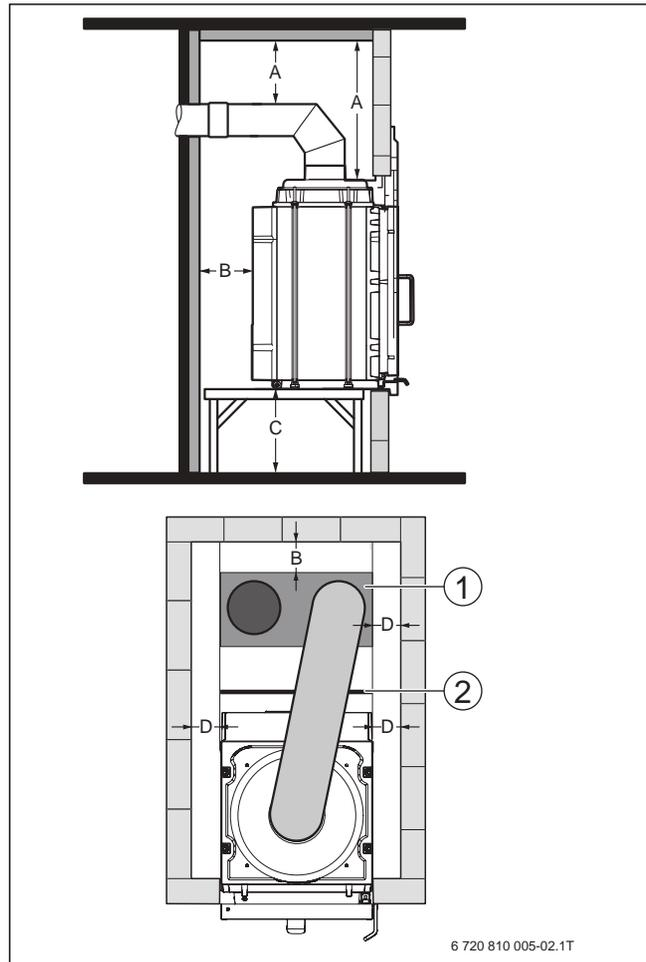

Bild 4 Heizkammer-Mindestabstände (schematische Darstellung)
- ▶ Mindestabstände einhalten (→ Bild 4 und Tabelle 5).